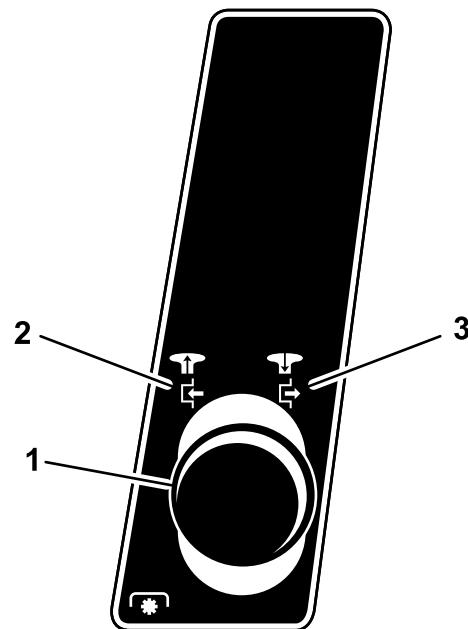

Bild 12
- Kuppeln Sie den Zapfwellenantrieb (ZWA) aus. Siehe Bild 12.